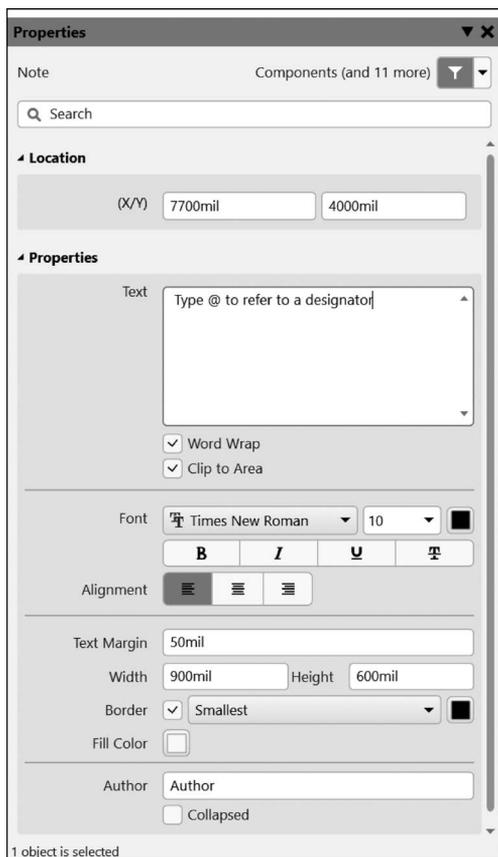

图 3.22 注释属性面板
(1) 在电路原理图编辑器中,选择“放置”→“注释”选项,光标变成十字形,并黏着一个注释。
(2) 把光标移到电路原理图的适当位置并单击,确定注释的一个顶点。
(3) 移动光标,确定注释的对角顶点并单击,就放置了一个注释。
(4) 双击注释,弹出注释属性面板,如图 3.22 所示。在注释属性面板中,可以设置注释的位置、内容、是否自动换行、字体、字号、字形、对齐方式、大小、是否显示边框、边框粗细、边框颜色、填充颜色、作者和是否折叠等属性参数。